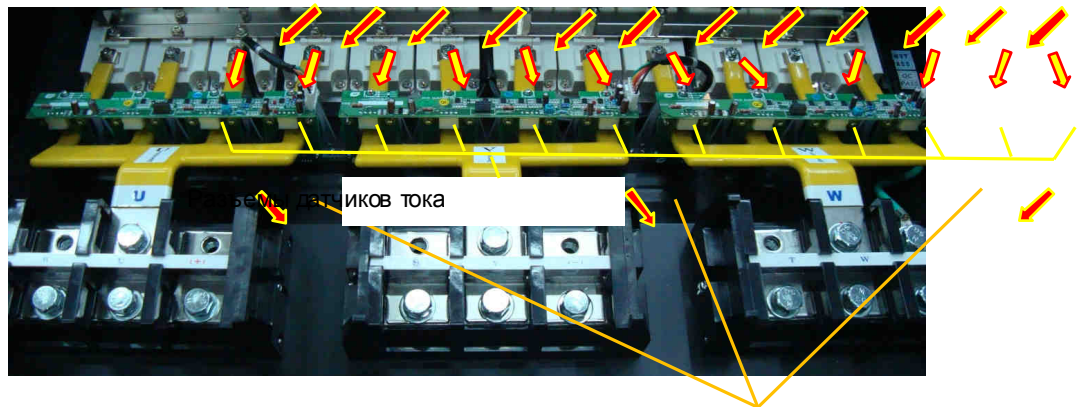

Рис. 6.13.
6.9.4. Выкрутить двенадцать винтов крепления плат датчиков тока (рис. 6.13, желтые стрелки).
6.9.5. Снять три платы датчиков тока, осторожно отсоединив четыре разъема каждой платы от ответных разъемов датчиков (рис. 6.13). Платы и винты положить в тару.
6.9.6. Демонтировать выходные шины каналов U, V, W, выкрутив 12 винтов крепления к модулям IGBT и 3 болта силовой клеммной колодки (рис. 6.13, красные стрелки). Положить винты и шины в тару.